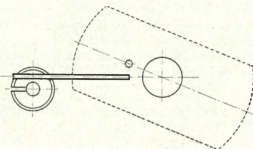

Fig. 22
L'orientation doit être telle que l'axe de la lame vise l'axe du balancier (fig. 22). La pénétration se règle en déplaçant le support isolant sur la platine arrière (1). La pénétration de la lame par rapport